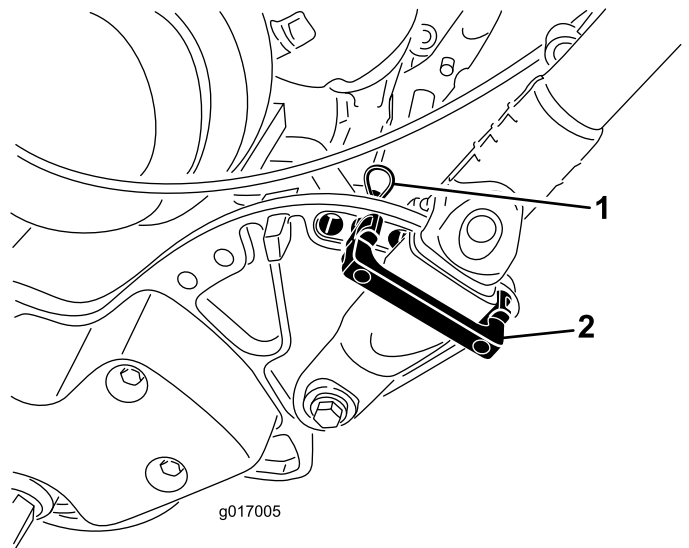

图27
1. 从机器两侧的手柄卡环上卸下发卡销图27。
2. 当撑住手柄时取下两侧的发卡销然后将手柄旋转到所需的操作位置 图27。